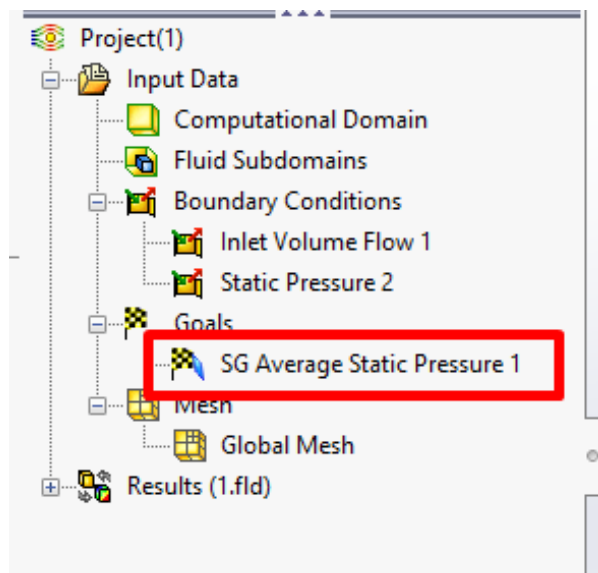

Рисунок 10.28 – Новий елемент SG Av Static Pressure 1
4. Натисніть **OK**. Новий елемент **SG Av Static Pressure 1** (Середній статичний тиск SG Av 1) з'явиться у дереві **Flow Simulation Analysis** (рис. 10.28).